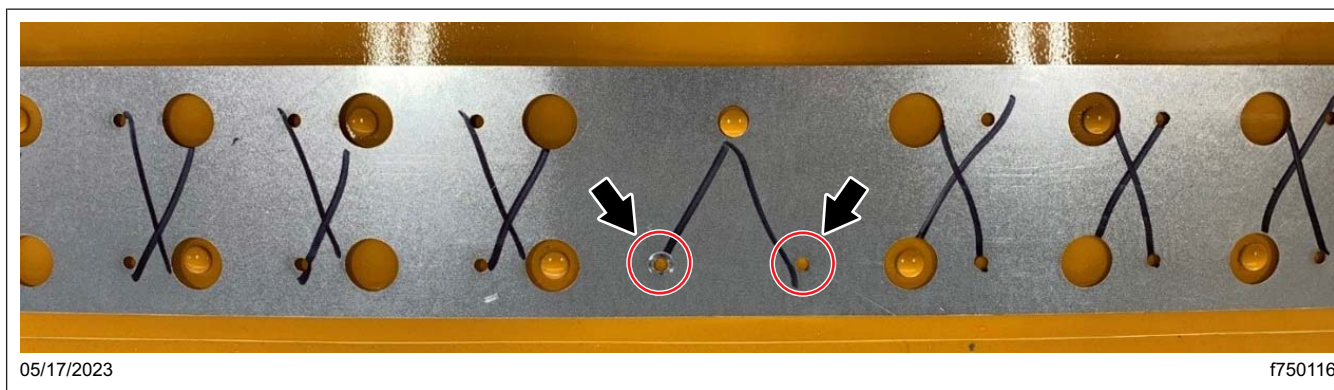

Fig. 12, Deux emplacements marqués reliés au rivet central
16. Le rivet central a deux emplacements marqués, reliés par des lignes. Voir Fig. 12.